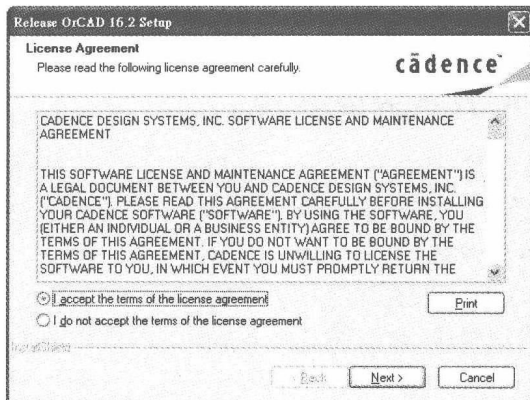

图 1.3
⑤ 选中图 1.3 所示的授权同意书中的“I accept the terms of the license agreement”，以便进行后续安装；如不同意则无法继续进行安装。